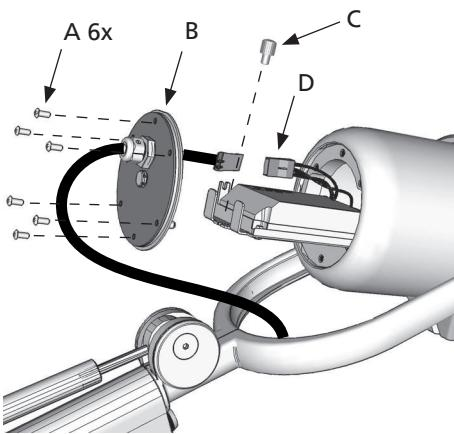

Fig. 15
Svitare le viti A con la chiave a brugola n° 3 e rimuovere il fondello B. Svitare il perno C e sganciare il connettore D (fig. 15).
Desserrer les vis A à l'aide de la clé Allen n° 3 et retirer le culot B. Desserrer le pivot C et décrocher le connecteur D (fig. 15).
Loosen the screws (A) using the Allen wrench 3 and remove the bottom part (B). Loosen the pin (C) and release connector D (fig. 15).
Die Schrauben A mit dem 3er Inbusschlüssel aufschrauben und den Boden B entfernen. Den Bolzen C aufschrauben und den Verbinde D befestigen (Abb. 15).